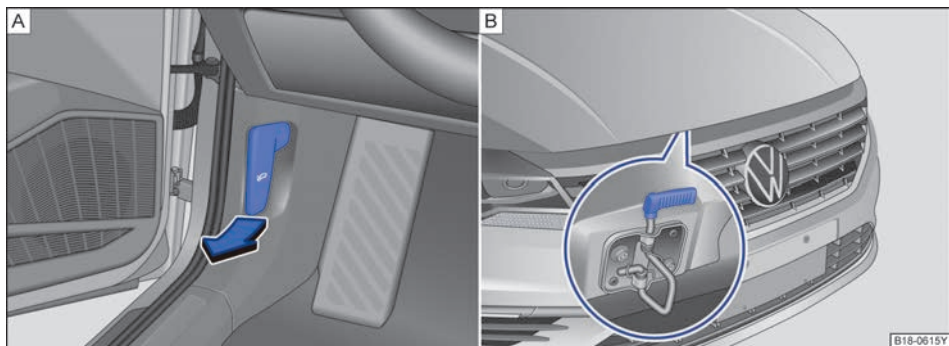

图 133 ①驾驶员侧脚部空间：发动机舱盖解锁手柄②散热器格栅上方用于打开发动机舱盖的拉杆
- 在车内沿图示箭头方向拉动发动机舱盖解锁手柄⇒图 133(A)，舱盖会在弹簧机构的作用下稍许弹开。
- 向上提起发动机舱盖前部中央的开启拉杆，抬起发动机舱盖并将其打开⇒图 133(B)⇒▲